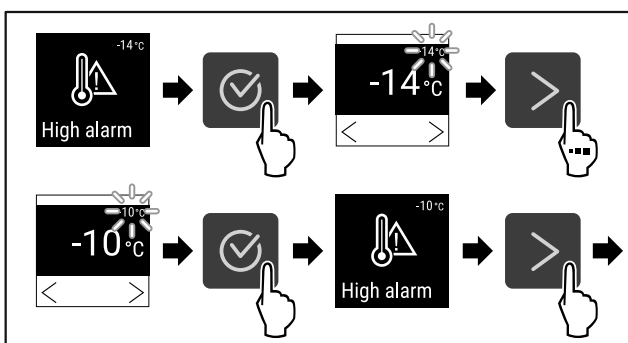

Fig. 99
- ▶ Εκτελέστε τα βήματα ενεργειών (βλέπε Fig. 99) .